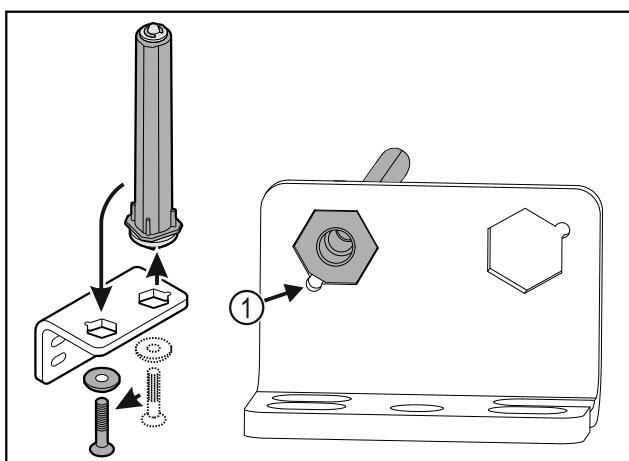

Fig. 28
- ▶ Lors de l'insertion de l'axe, veiller à ce que son chanfrein Fig. 28 (1) soit du côté du trou rond.